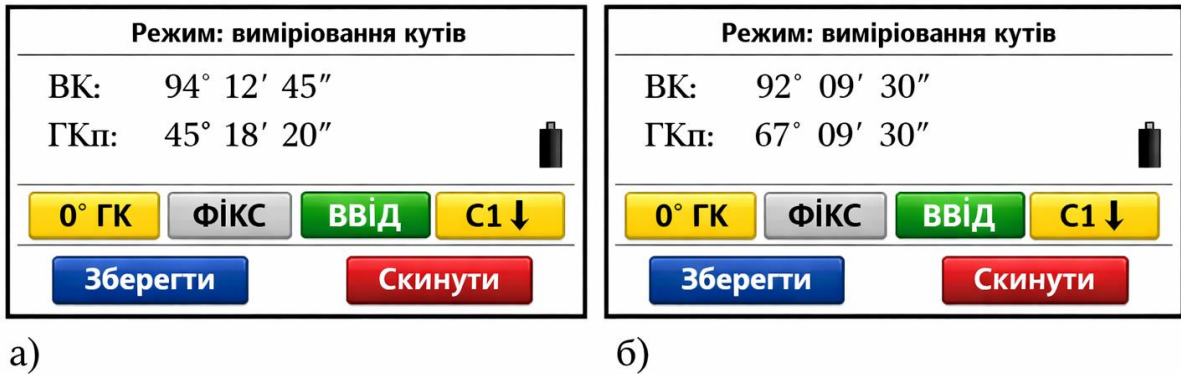

Рисунок 9.2 – Вимірювання кута між першою та другою марками
– далі навести прилад на першу марку та послідовним натисканням клавіш F1 (0°ГК) і F4 (ДА) встановити відлік за горизонтальним кутом 0°00'00" (рис. 9.2, а);
– при наведенні приладу на другу марку, на екрані відобразиться поточне значення горизонтального кута (рис. 9.2, б).